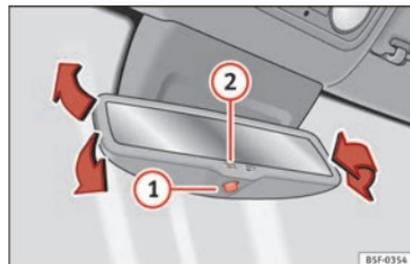

Fig. 19
Activar el antideslumbrante automático: pulse el botón (1) » » fig. 19. Se ilumina el testigo (2) y, al incidir la luz, el retrovisor se oscurece.